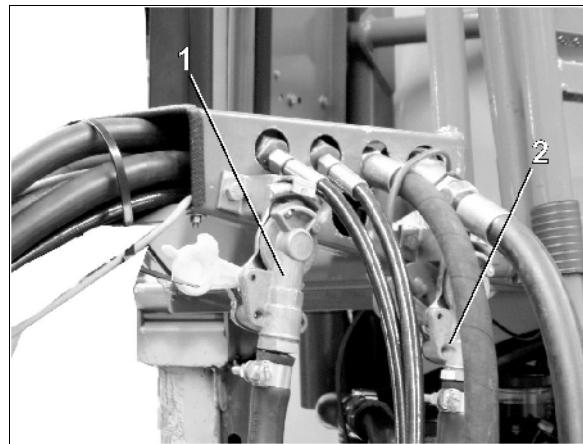

Рис. 30
1. Извлеките соединительную головку магистрали торможения (желтого цвета) (Рис. 30/1) из пустой муфты.
4. Закрепите соединительную головку магистрали торможения (желтого цвета) (Рис. 30/1) соответствующим образом на маркированной желтым цветом муфте трактора.
5. Извлеките соединительную головку питающей магистрали (красного цвета) (Рис. 30/2) из пустой муфты.
8. Закрепите соединительную головку питающей магистрали (красного цвета) (Рис. 30/2) соответствующим образом на маркированной красным цветом муфте трактора.